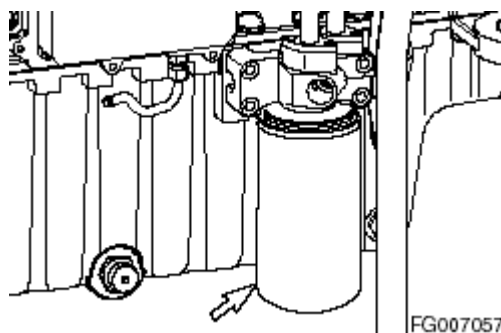

Рисунок 53
2. Замените масляный фильтр двигателя с помощью ключа для фильтра. Этот фильтр является навинчиваемым. Смотрите рисунок 53. Извлеките фильтр.
1. Откройте левую переднюю дверь машины. Снимите крышку (1, Рисунок 53), отсоединив четыре барашковых винта.